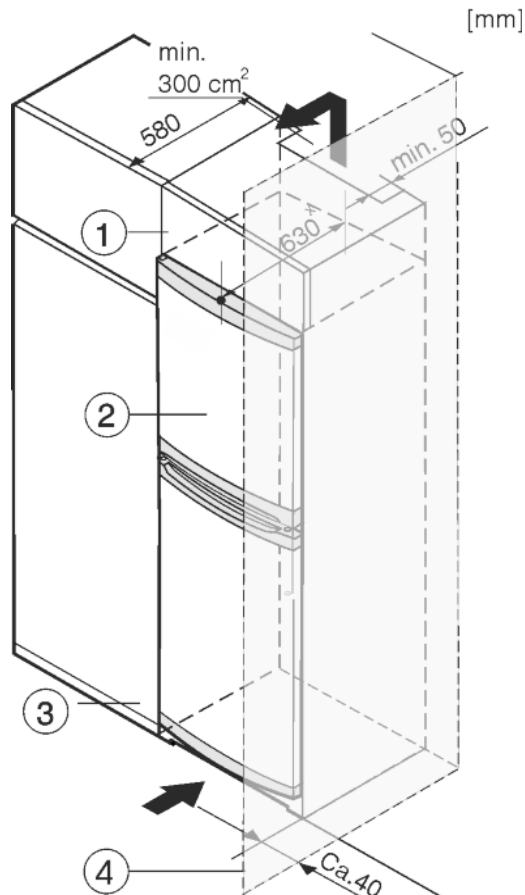

Fig. 7
Уредът може да е обграден с кухненски шкафове. За да изравните височината на уреда Fig. 7 (2) с височината на вградената кухня, над уреда може да се постави шкаф-пристройка Fig. 7 (1).
При вграждане с кухненски шкафове (дълбочина макс. 580 мм), уредът може да се постави директно до кухненския шкаф Fig. 7 (3). Отстрани уредът е издаден на 34 мм ×, а в средата на уреда - на 50 мм × спрямо предната страна на кухненския шкаф.
Когато уредът се постави с шарнири близо до стена *Fig. 7 (4)*, разстоянието между уреда и стената трябва да бъде поне 40 мм. Това е разстоянието, на което дръжките излизат напред при отворена врата.